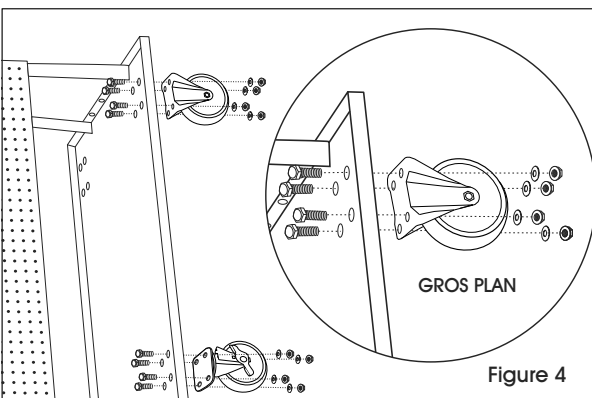

Figure 4
1. Couchez le chariot à panneau perforé sur le côté afin d'avoir accès à la partie inférieure de la plateforme. (Voir Figure 4)
2. Placez une roulette sur le dessous de la plateforme. Alignez les trous pour les boulons de la roulette sur ceux de la plateforme. (Voir Figure 4)
3. Insérez quatre boulons longs à travers les trous de la plateforme et de la roulette. Glissez sur chaque boulon une rondelle et un écrou à embase dans l'ordre indiqué. Vissez à l'aide de la clé de 12 mm sans serrer. (Voir Figure 4)